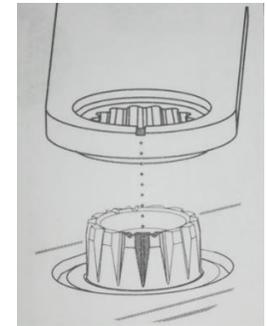

Bild 8
- Montieren sie den Hebel mittels der mitgelieferten Spezialschraube am Schließerkörper. Achten sie dabei auf die Übereinstimmung der Hebelmarkierung mit der Achsmarkierung (sh. Bild 8)
- Montieren sie den Hebel mittels mitgelieferter Spezialschraube am Schließerkörper. Achten sie dabei auf die Übereinstimmung der Hebelmarkierung mit der Achsmarkierung (sh. Bild 8)